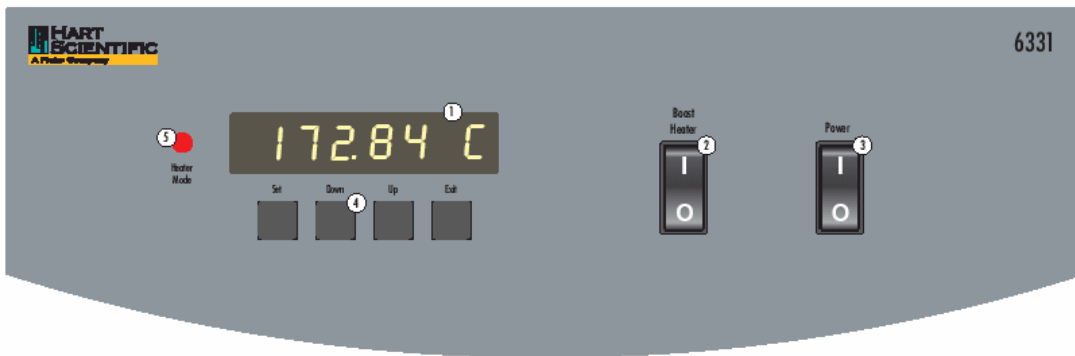

图 3 前面板
在控制器前面板有如下的控制开关和指示灯(参见下列的图3):(1) 数字式LED 显示屏、(2) 补偿加热器开关、(3) 恒温槽电源开关、(4) 控制按钮,以及(5) 控制指示灯。